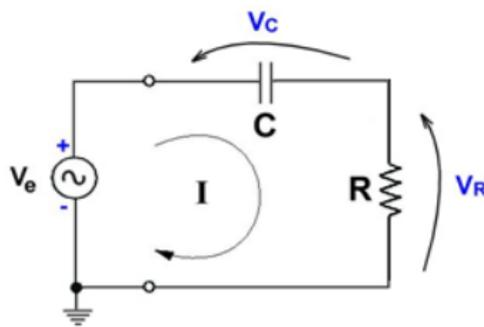

Figura 1 – Circuito RC
- a) Monte o circuito RC da Figura 1 (com $R = 1 \text{ k}\Omega$ e $C = 220 \text{ nF}$). Ajuste o gerador (V_E) para fornecer um sinal senoidal de 6 V_{RMS} e offset nulo.